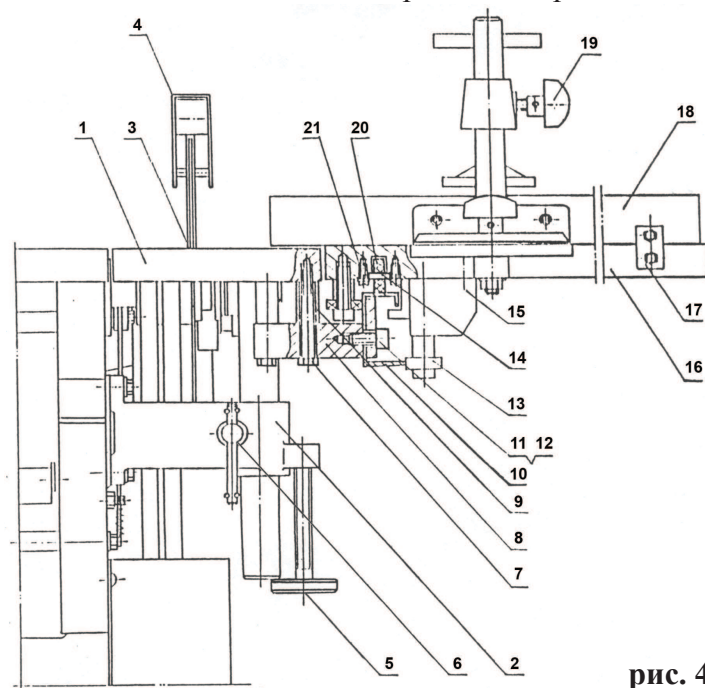

рис. 4
4.4 Общий вид стола для пиления и торцевания представлен на рис. 4
4.7 Справа от столов для строгания установлен стол **1** (рис. 4) для пиления. Высота стола пиления регулируется винтом регулировочным **6** (рис. 4), фиксируется ручкой **5** (рис. 4). Пильный диск **3** (рис. 4) закрывается сверху защитным кожухом **4** (рис. 4), имеющим в своём составе расклинивающий нож. Стол для пиления **1** (рис. 4) имеет вставку, крепящуюся двумя винтами. При установке на валу фрезы, вставка снимается.